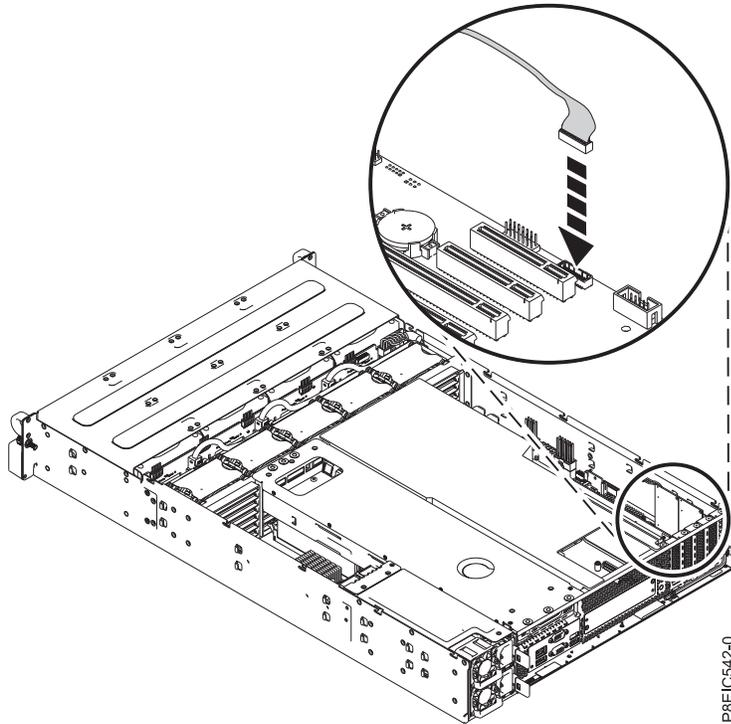

Abbildung 32. Signalkabel des Lüfters an der Vorderseite austauschen
8. Tauschen Sie das Signalkabel des Lüfters an der Vorderseite an der Systemrückwandplatine aus (siehe Abb. 32 auf Seite 29).